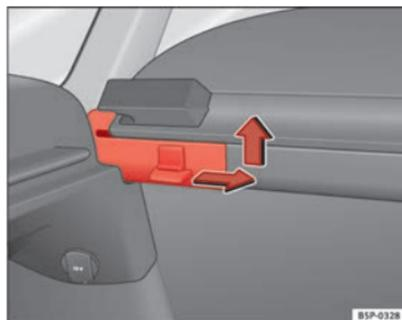

Fig. 126 Desmontaje de la bandeja portaobjetos
- Presione la clavija lateral en el sentido de la flecha, levante la bandeja y extráigala ⇒ fig. 126.